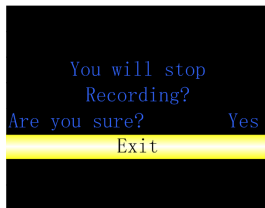

Figure5.8 Menu d'arrêt d'enregistrement
- 2) Lorsque « Enregistrement » est « ON », le sélectionner pour entrer dans le menu arrêt de l'enregistrement indiqué à la Figure 5.8. L'information d'invite « You will stop recording ? Are you sure ? (Vous allez arrêter l'enregistrement ? Êtes-vous sûr ?) apparaît sur l'interface, sélectionnez « Exit » (Quitter) après avoir réglé sur « Yes » pour quitter l'interface d'arrêt d'enregistrement pour entrer dans l'interface de mesure ; sélectionnez « Exit » (Quitter) après avoir réglé « No » pour entrer dans l'interface qui poursuivra l'enregistrement.